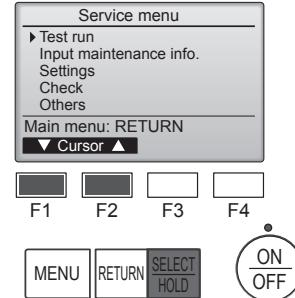

Fig. 8-1
- ① Dans le Menu SAV, sélectionnez "Test run" (Test fonctions) puis appuyez sur la touche [SELECT/HOLD]. (Fig. 8-1)